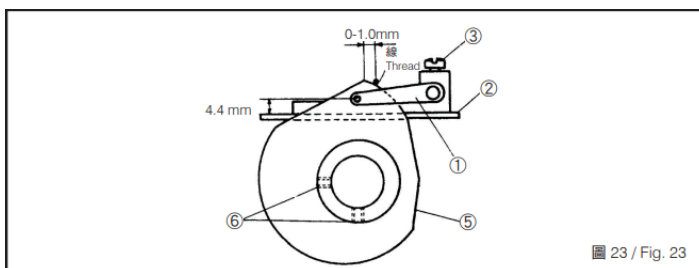
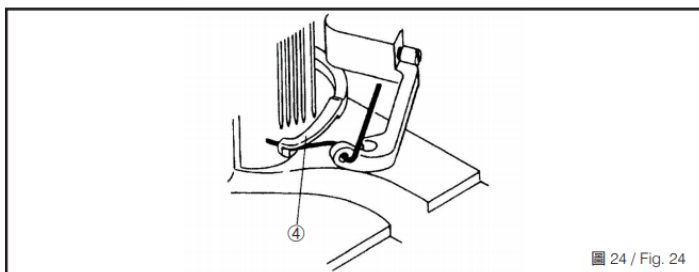

Fig. 23 / Fig. 23
Fig. 24 / Fig. 24
(1) Положение ушка
Стандартное расстояние, опорная пластина ушка ② и ушка ① 4.4mm. Ослабьте винт (3) , затем отрегулируйте ушко движениями вверх и вниз. (рис. 23) Сдвиньте ушко ① вниз, когда увеличиваете количество нити. Переместите ушко ① вверх, когда уменьшаете количество нити.
(2) Синхронизация движения верхней покрывающей нити
Когда большой верхний петлитель ④ цепляет нить маленького петлителя, (рис. 24) покрывающая нить удерживается в точке 0-1,0 мм от верхней части кулачка. Ослабьте винт ⑥ при регулировке кулачка ⑤ (Фигура 23)